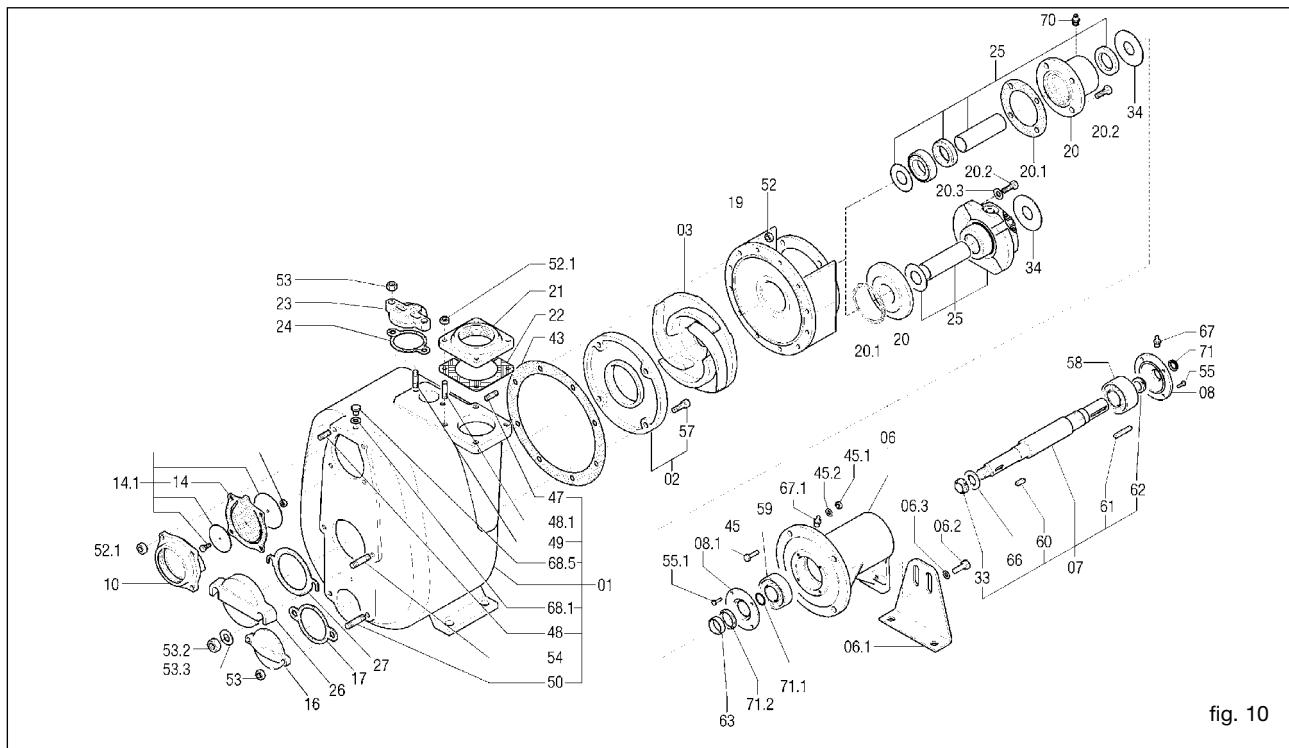
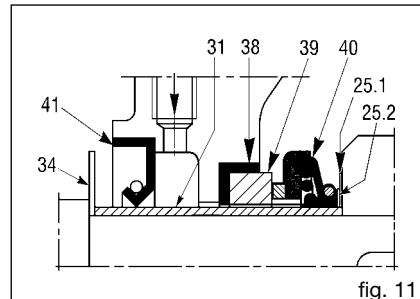
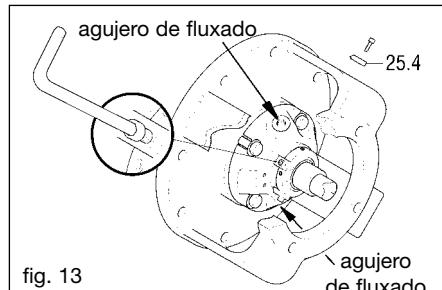

fig. 10
fig. 11
fig. 13
La tubería de aspiración debe tener un diámetro igual al de la boca de aspiración de la bomba (para diámetros superiores consultar a Varisco). Evitar, si posible, curvas, codos o estrangulamientos que puedan limitar el aflujo de líquido a la bomba. No montar la válvula de fondo: la bomba cuenta con una válvula antirretorno (14) (fig. 10) incorporada. Instalar la bomba lo más cerca posible al líquido que se bombea, tratando, donde sea posible, de disminuir el largo de la tubería de aspiración. Las conexiones de las tuberías de aspiración deben ser completamente estancas: controlar las roscas, las garniciones de las bridas, los acoplamientos rápidos, etc.
Como ejemplo se incluye un dibujo de despiece (fig. 10).
13.2 Sustitución de la rueda de álabes (fig. 10)
- Desenroscar las tuercas (52) y sacar el cuerpo de la bomba, tratando de no dañar la junta (43).
- Parar la rueda de álabes (03) y desenroscar la tuerca autobloqueante (33).
- Eventualmente reemplazar la guarnición (43).
13.3 Sustitución del plato de desgaste (fig. 10)
- Destornillar los tornillos de cabeza hexagonal (57).
- Sacar y sustituir el plato de desgaste (02).
13.4 Sustitución de la válvula (fig. 10)
- sacar el portaválvula (10)
- limpiar el alojamiento de la válvula del portavalvola (10) y reensamblarlo
13.5 Sustitución de la junta estanca tipo 1 - 2 - 3 (referencia fig. 10,11,12)
- Parar la rueda de álabes (03) y desenroscar la tuerca autobloqueante (33)
- sacar el portamotor (19). Junto a este sale automáticamente la parte rotatoria de la junta estanca (40) montada en el distanciador (31)
- sacar del portamotor la guarnición fija (39) y la relativa guarnición (38)
- sacar el sello de aceite (41)
13.6 Sustitución de la junta estanca tipo 4 - 5 (referencia fig. 10, 13, 14, 15, 16)
- Destornillar las tuercas (52) (fig. 10) y sacar el cuerpo de la bomba, tratando de no dañar la junta (43).
- Fijar los posicionadores (25.4) de bloqueo de la junta estanca en los alojamientos adecuados. (fig. 13).
- Sacar los posicionadores (25.4) (fig. 13) de bloqueo de la junta estanca y fijarlos a los agujeros de la arandela para su reutilización en fase de desmontaje.
- En todos los modelos la distancia entre el extremo de los álabes de la rueda de álabes y el plano del plato de desgaste debe estar entre 0,3 - 0,6 mm (fig. 19). En el modelo 12" la distancia requerida entre rueda de álabes y los platos de desgaste anteriores y posteriores deben estar entre 0,6 - 1 mm (fig. 22). Para conseguir esto, las cotas A y B de la fig. 17, 18, 20, 21 tiene que ser lo más posible pares. Con tal objetivo se usan los anillos de compensación (25.2) (fig. 11) suministrados con la junta estanca de repuesto. Tales anillos sirven para desplazar hacia adelante la rueda de álabes en el caso que se encuentre demasiado lejos del plato de desgaste frontal o demasiado cerca del posterior (cuando previsto). Los anillos de compensación deben ser montados entre el anillo de sostén de la junta estanca (25.1) (fig. 11) y la rueda de álabes. Ulteriores reparaciones pueden ser hechas con las guarniciones del cuerpo y del plato posterior. La interposición de la guarnición (43) (fig. 10) de espesor 0,5 mm determina la distancia requerida (fig. 19).
13.8 Mantención de los cojinetes (fig. 10)